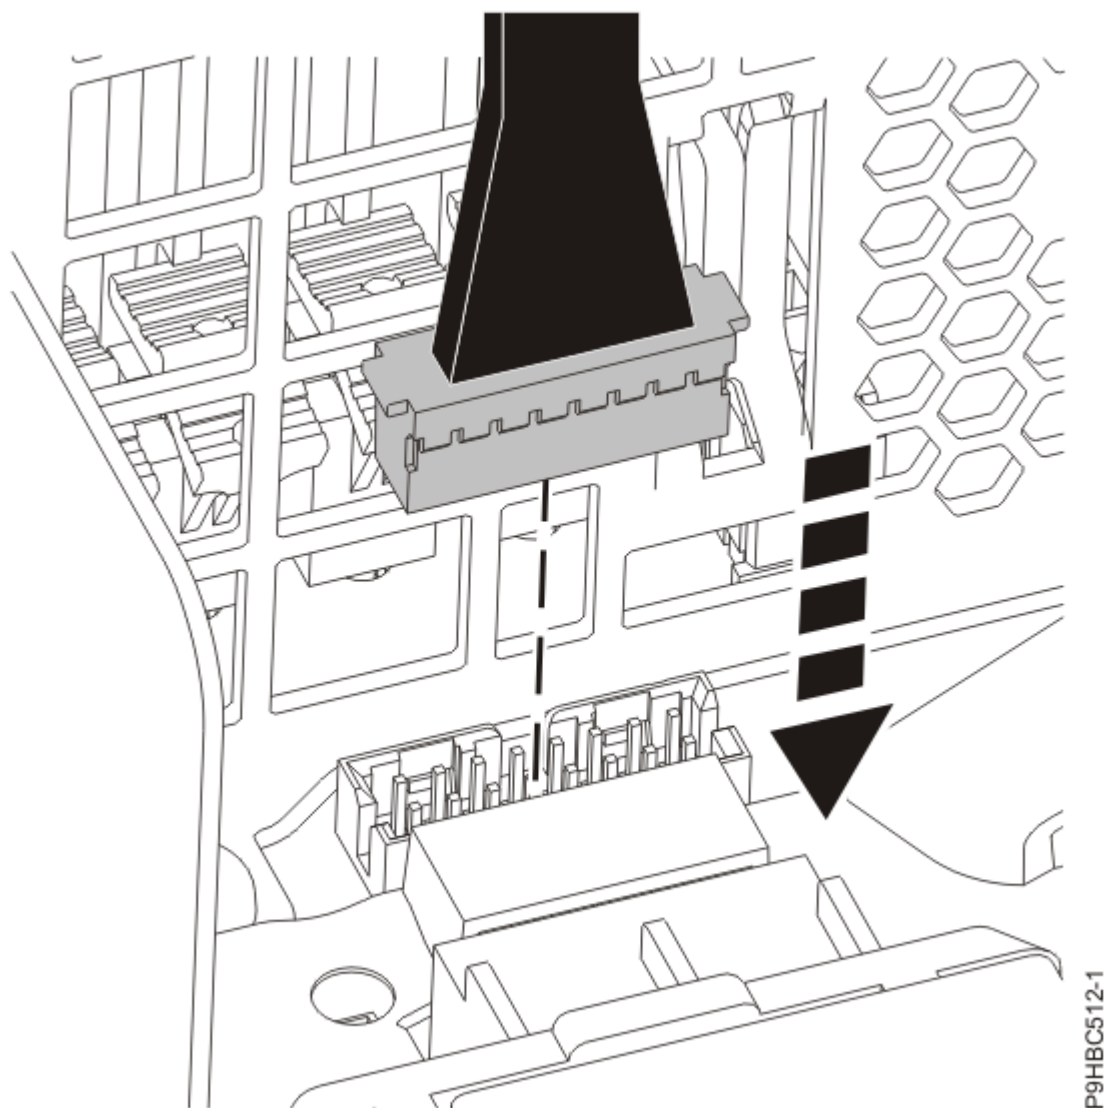

Figure 41. Connexion du câble du panneau de commande au fond de panier système
6. Connectez le câble du panneau de commande au fond de panier système, comme illustré à la Figure 41, à la page 45.